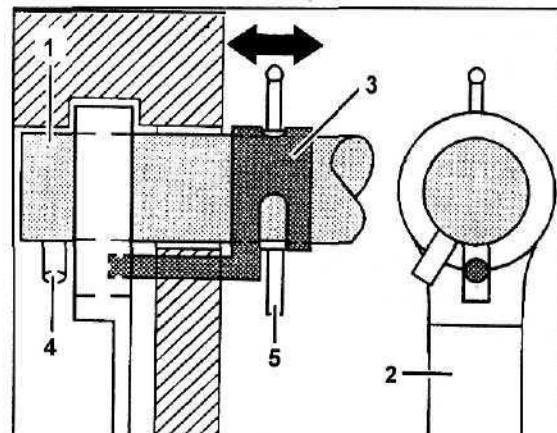

Рис. 8.
Механизм разъединения рычага выбора диапазона и тяги при переключении "D"-“4" (рис. 8) предназначен для разрыва связи между тягой и рычагом. При перемещении рычага выбора диапазона из положения "D" в "4" вал переключения (1) перемещается вдоль оси влево, смещая при этом и цилиндрический штифт (4) на промежуточном рычаге (2). Одновременно блокирующий рычаг (3) входит в паз промежуточного рычага (2). Блокирующий рычаг стопорит промежуточный рычаг (2), благодаря чему тяга фиксируется в положении "D". Цилиндрический штифт (5) фиксирует блокирующий рычаг на вале переключения и находится в пазе ведущей пластины. Этот паз оказывается доступным только при установке рычага выбора диапазона в положение "D".